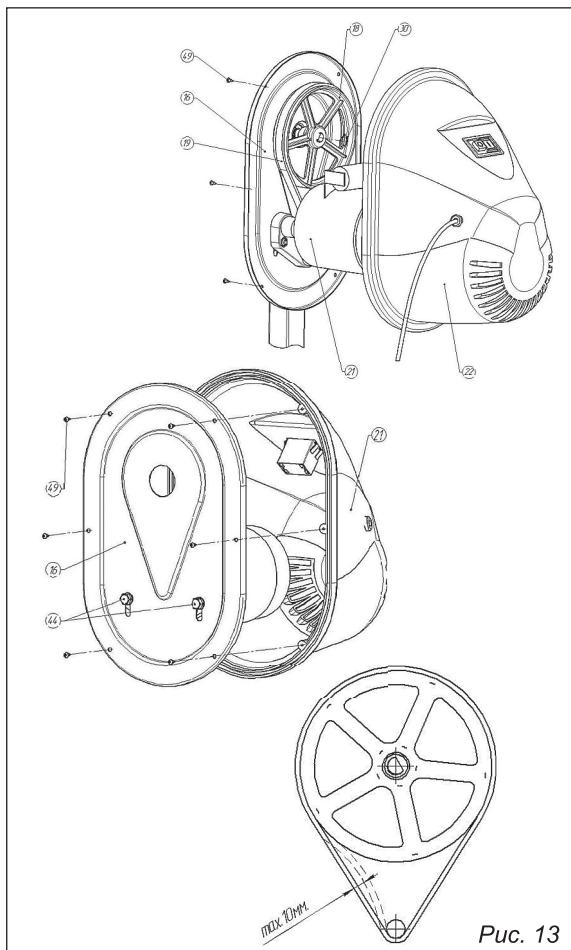

Рис. 13
6.10. Установка шкива и натяжение ремня (рис. 13)